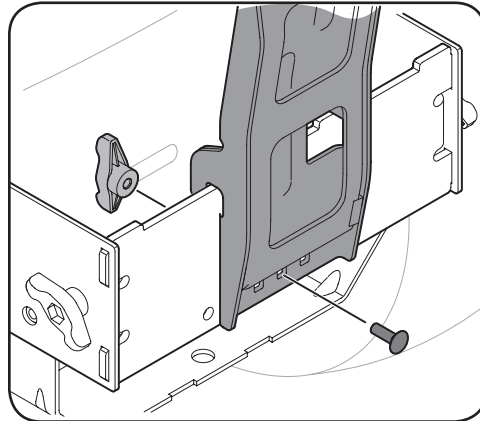

Figura 4-10
3. Fije la unidad de soporte de bolsas a la unidad de montaje con un perno de carro (710-0276) y perilla de aleta (720-04122) del paquete de elementos de ferretería 689-00312. Consulte la Figura 4-10.